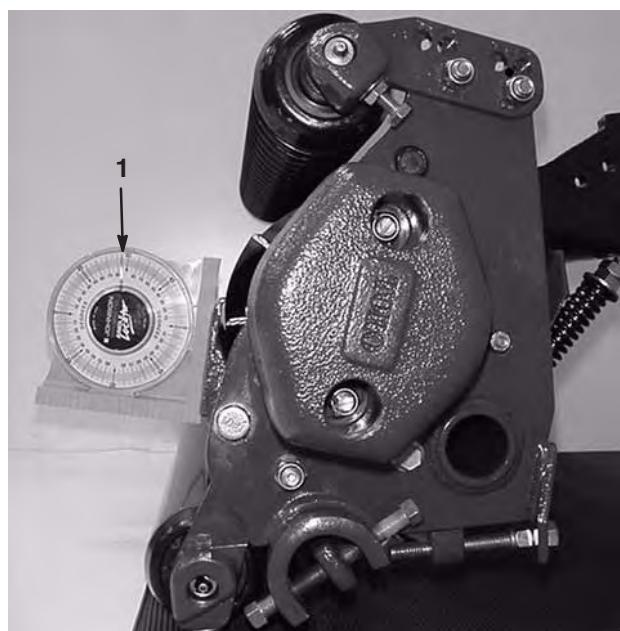

Figure 9
- Placez un indicateur d'angle (Réf. Toro 99-3503) sur la contre-lame et relevez l'angle de la contre-lame (Fig. 9).